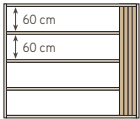
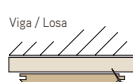

Fig. 2
Fig. 3
- Utilice la primera pieza de guía para instalar las siguientes, debe quedar correctamente alineada con un muro. Clavar en la pestaña con clavos de 1" (Fig. 2). Las siguientes piezas se instalan calzando la hembra con la ayuda de un taco de madera (Fig. 3). Se recomienda dejar una separación mínima de 2 mm entre piezas.